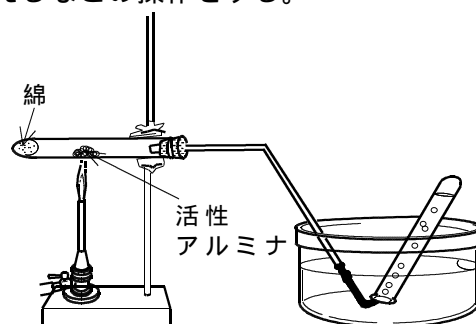

図6 反応装置
- (4) 試験管に気体誘導管付きゴム栓をはめる。
- (5) 試験管の活性アルミナの部分を加熱し，発生する気体を試験管に集める（図6）。
- (6) 気体を集め終わったら，誘導管を水から出してから加熱をやめる。
- (7) 集めた気体に点火したり，臭素水を加えたり，過マンガン酸カリウムの硫酸酸性溶液を加えるなどの操作をする。